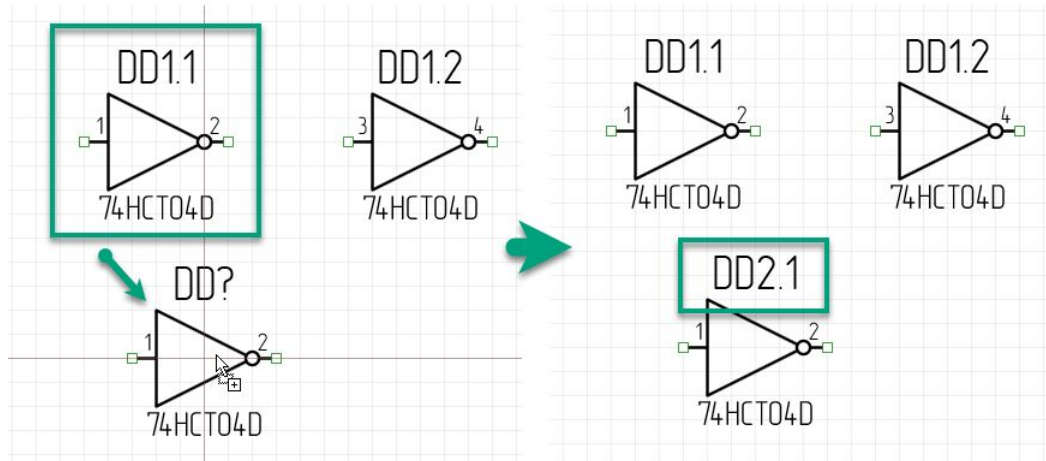

Рис. 203 Копирование и вставка УГО секции
**Пример!** Если была скопирована секция DD1.1, то при копировании и дальнейшей вставке на схеме к размещению будет предложена секция DD2.1 и т.д., см. Рис. 203.